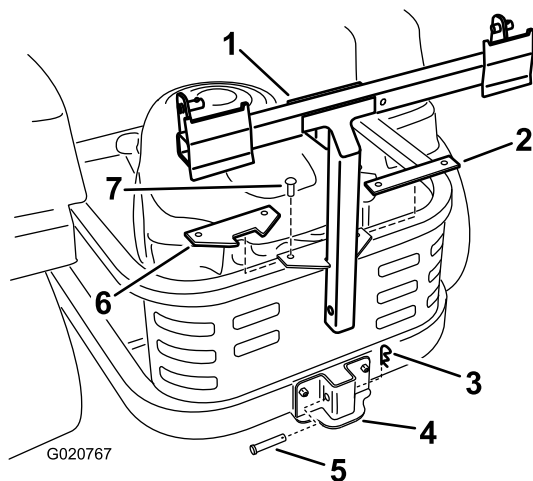

Figura 6
5. Instale la placa espaciadora nueva según se muestra en Figura 6 usando las fijaciones retiradas anteriormente.
6. Instale el bastidor del ensacador en el soporte. Sujete el bastidor del ensacador con un pasador (1/2 x 2-1/4 pulgadas) y una chaveta (Figura 6).